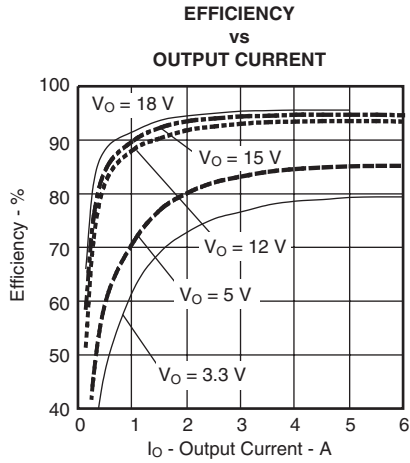
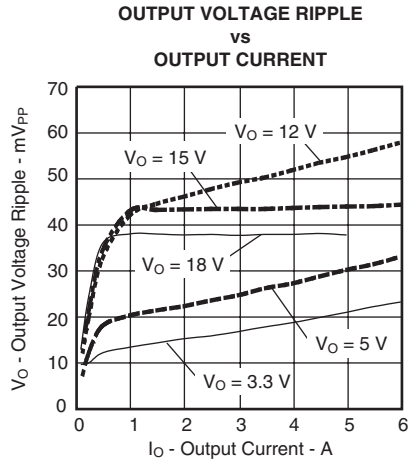
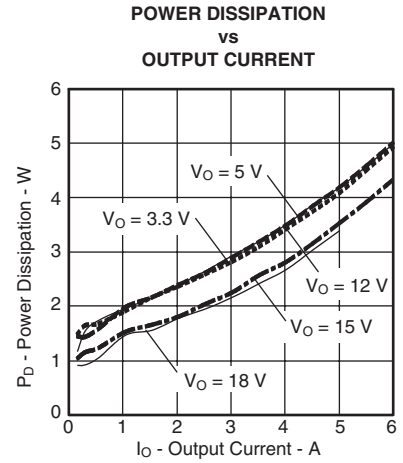

図 11
図 12
図 13
- (1) この電気的特性データは、実際の製品を25°Cでテストして得られたものです。このデータは、コンバータの代表的なデータと考えられます。図11、図12、および図13に対して適用されます。